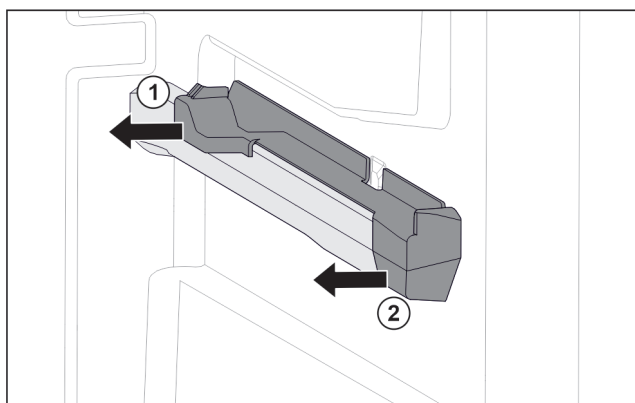

Fig. 122 Aufsteckteil auf der rechten Behälterrippe
- Aufsteckteil hinten zur Seite abziehen. Fig. 122 (1)
- Aufsteckteil vorne zur Seite abziehen. Fig. 122 (2)